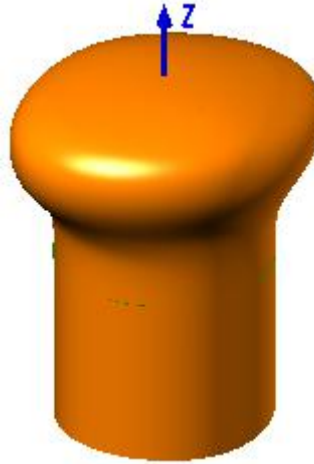

图 6-9 生成导动面
- c) 使用【单向蒙皮】（选中闭合曲面选项）生成导动面。如图6-9。